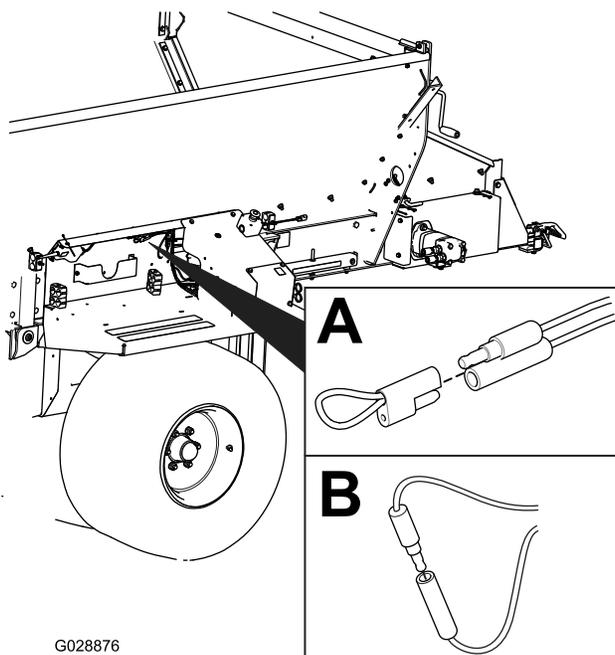

Рисунок 58
2. Снимите привязную крышку с двух диагностических замыкающих разъемов (Рисунок 58, А).
3. Соедините диагностические замыкающие соединители друг с другом (Рисунок 58, В).